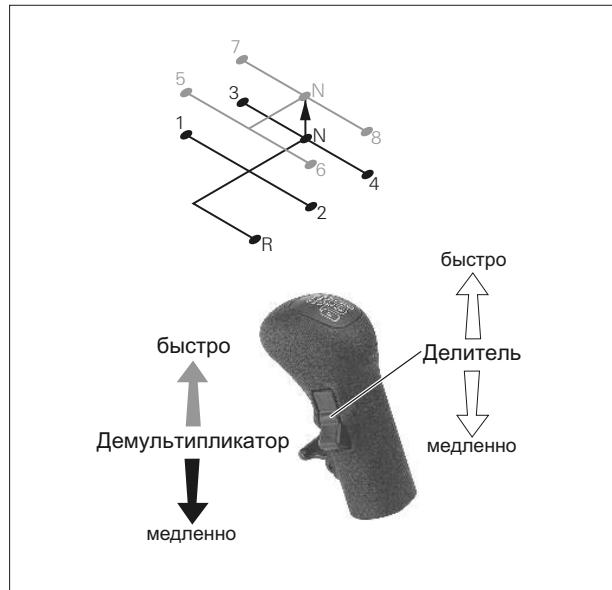

Рис. 2
- переключение преселектором делителя на рычаге переключения передач (Рис. 2 и 2а) и при полном выжимании педали сцепления.
Рис. 2а
Пневматическое переключение демультипликатора из ряда 3/4 в ряд 5/6 и обратно производится преселектором на рычаге переключения передач (Рис. 2).
Управление включением делителя производится находящимся на рычаге переключения передач преселектором (Рис. 2 и 2а). Этим преселектором водитель предварительно выбирает низший или высший диапазон делителя и затем включает выжиманием педали сцепления.